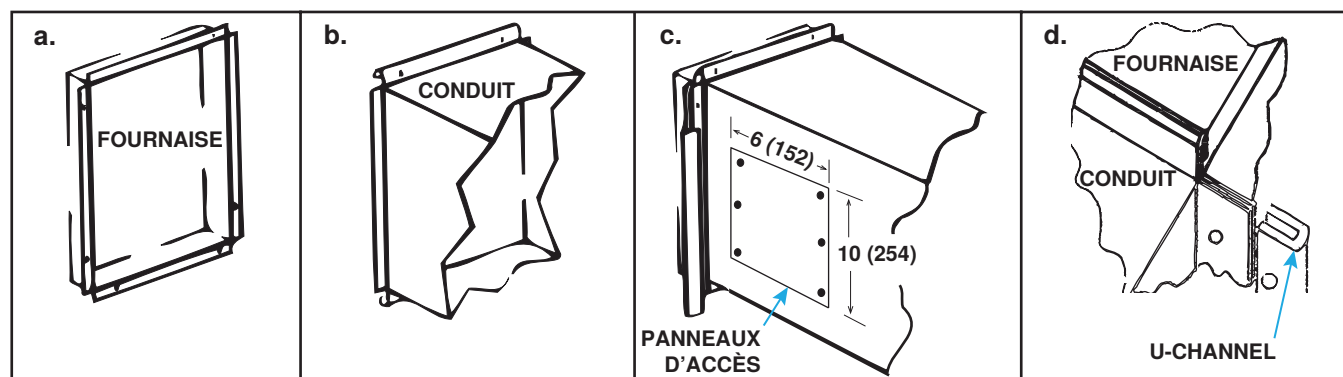

Figure 7. Raccordement des conduits à la fournaise
- **Raccordement horizontal du conduit d'alimentation en air au la fournaise** : Branchez le conduit au la fournaise conformément aux étapes suivantes illustrées à la **Figure 7** :
- **Panneaux d'accès** : Les conduits doivent être dotés de panneaux d'accès (voir **Figure 7**) du côté en amont et du côté en aval de l'appareil de chauffage. Les ouvertures doivent être accessibles lorsque l'appareil de chauffage est en marche et doivent avoir au moins 6 × 10 pouces (152 × 254 mm) pour permettre à la fumée ou à la lumière réfléchiée d'être observée en cas de fuite de l'échangeur d'air. Attachez les panneaux de manière à éviter les pertes de chaleur.